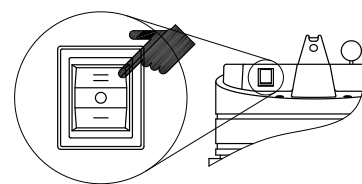

Fig.5
- 6) スイッチをエアツール連動側（Ⅱ）に入れてください。この状態では、まだモーターは作動しません。(Fig.5)